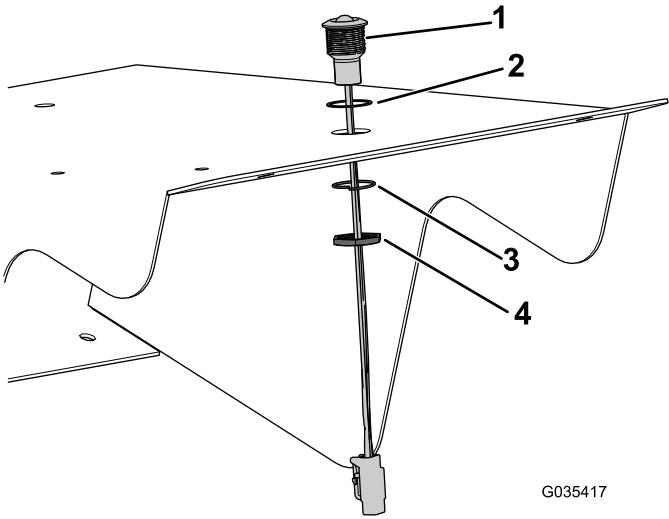

図11
10. カバー上部に、ライトを取りつける; 図11に示す向きに取り付けること。